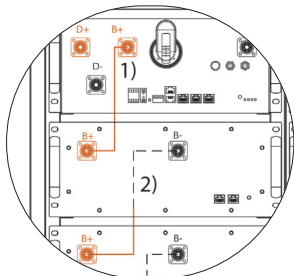

Fig. 5.28
- Connettere in parallelo BMS e batteria N°1 collegando i terminali **B+** arancione del BMS e **B+** arancione della batteria utilizzando il cavo a terminale a connettore rapido arancione/arancione in dotazione con il rack (1-Fig. 5.28).
- Connettere in serie le batterie collegando il terminale **B-** nero di ogni batteria con il terminale **B+** arancione della batteria successiva (secondo numerazione di Fig. 5.20 a pagina 54) utilizzando il cavo a terminale a connettore rapido nero/arancione in dotazione con il rack (2-Fig. 5.28).